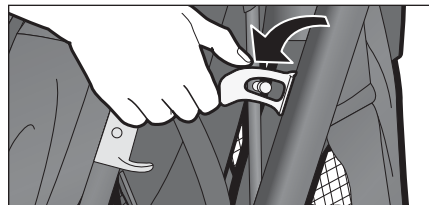

Figure 3.1
- 1 Décrochez le verrou sur le côté du cadre de la poussette. **Figure 3.1** .